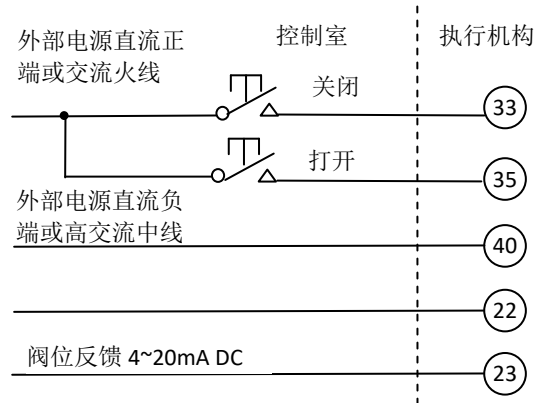
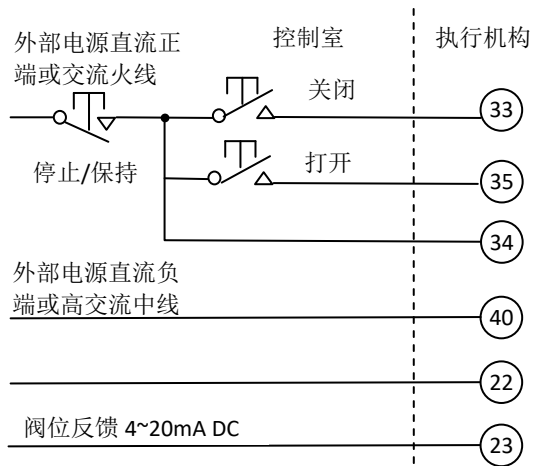

图 14-7 点动式打开/关闭控制，
图 14-9 保持式打开、关闭停止控制
14.2.3 图 14-7~图 14-9 为外部 110V/220V 直流或交流供电
如果切换控制电路想采用外部 120~220V 或采用外部供电，用户可以参照图 14-1~图 14-9 远程开关量控制选用不同电源的设计思路进行设计。